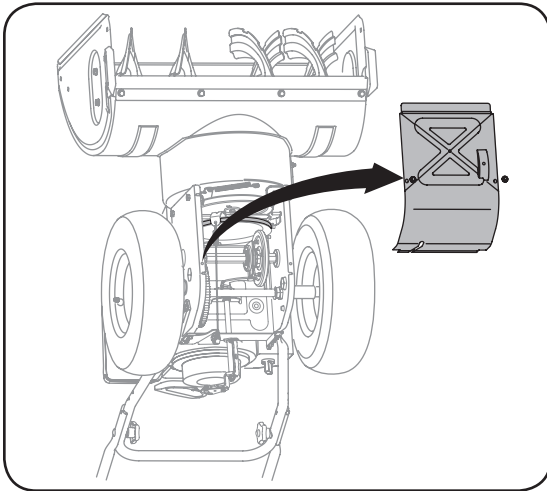

Figure 6-5
2. Basculez doucement la souffreuse vers l'avant pour la faire reposer sur l'habillage de la tarière. Voir la Figure 6-5.
3. Démontez le couvre-châssis du dessous de la souffreuse en retirant les quatre vis auto-taranduses qui le maintiennent en place. Voir la Figure 6-5.
2. Basculez doucement la souffreuse vers l'avant pour la faire reposer sur l'habitacle de la tarière. Démontez le couvre-châssis du dessous de la souffreuse en retirant les quatre vis auto-taranduses qui le maintiennent en place. Voir la Figure 6-5.
1. Basculez la souffluse vers l'avant (après avoir vidé le réservoir d'essence ou avoir placé un morceau de plastique sous le bouchon d'essence si la souffluse a déjà été utilisée.), puis démontez le couvre-châssis du dessous de la souffluse en retirant les vis auto-taranduses. Voir la Figure 6-5 à la page 17.